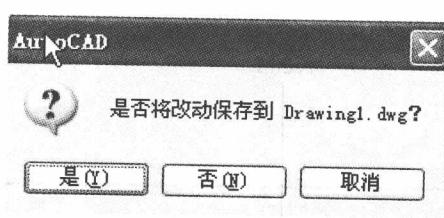
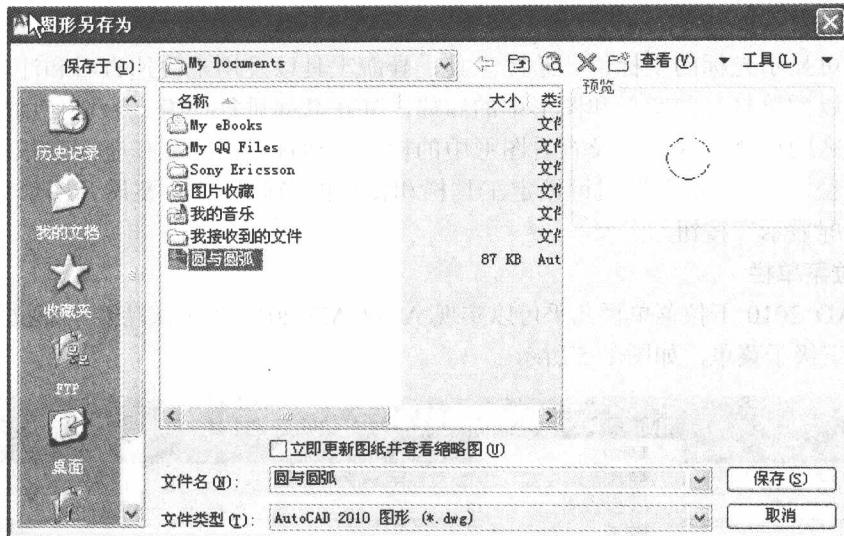

图 1-3 文件保存提示框
图 1-4 “图形另存为”对话框
在 AutoCAD 2010 界面的右上角，单击 **X** 按钮，或打开“文件”下拉菜单，选择“退出”选项。如果用户没有将所绘制的图形保存，则系统会弹出如图 1-3 所示的对话框。对话框中 3 个按钮的作用如下。
(1) 选择下拉菜单“文件”→“保存”，弹出如图 1-4 所示的对话框，输入文件名，选择保存路径，单击“保存”按钮即可。
(2) 在退出 AutoCAD 的过程中，出现如图 1-3 所示的对话框时，单击对话框中的“是”按钮，屏幕上也可出现如图 1-4 所示的“图形另存为”对话框。